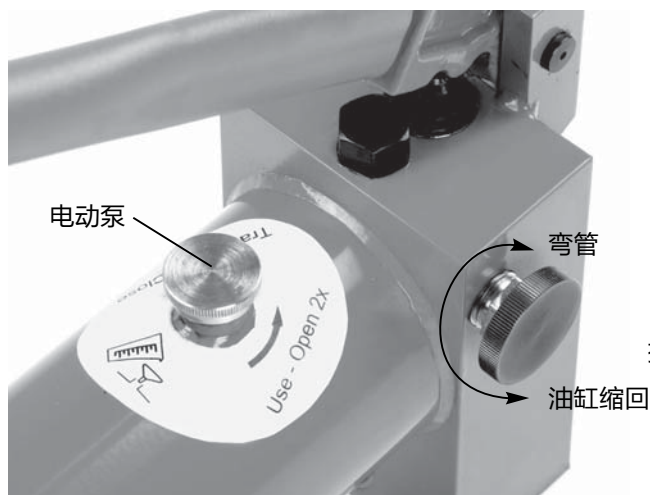

图10 - 泄压阀位置
6. 将液压缸上注油口的盖子松动两圈以使空气进入液压缸中。（见图10）
顺时针旋转泄压阀, 使其关闭, 此时操作活塞前进; 反之使其打开, 可收回活塞。(参见图10)